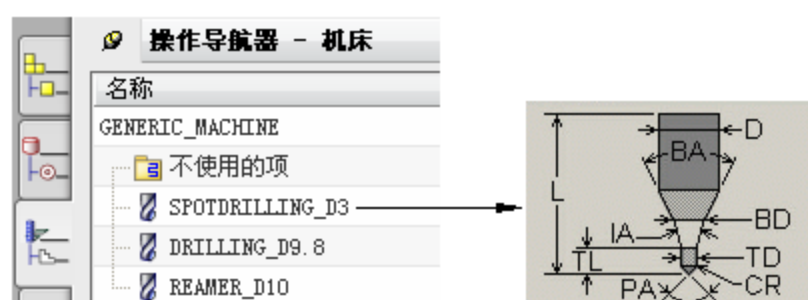

图 7-20
- 单击 OK，结束加工点位定义，返回到如图 7-16 所示的对话框中，单击 ，定义如图 7-20 所示的底表面，单击 OK 两次，结束钻削几何定义。